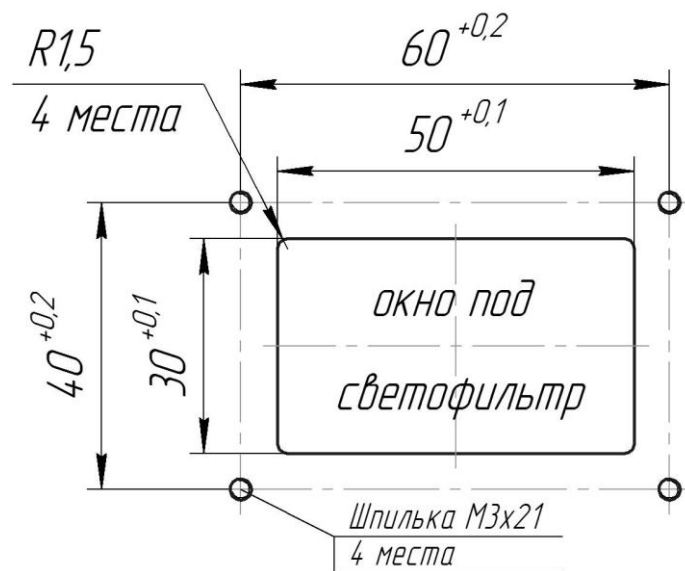

Рис.6. Разметка. Вид с тыльной стороны панели.
4.5.4 Разметка для крепления модулей -02, -03, -04 (с тыльной стороны панели) показана на рис.6. Вырезать окно под светофильтр, установить шпильки (винты) М3х21. Модуль закрепить на шпильках гайками М3 с плоскими и гровер-шайбами.